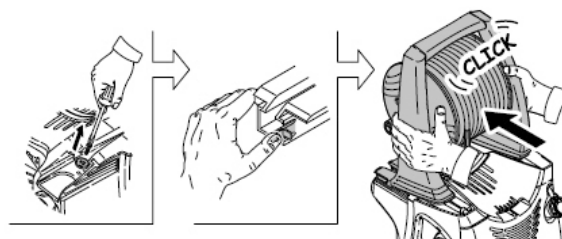

Abb. 7: Montage
Schritt 9: Wenn Sie die Schlauchtrommel abnehmen möchten, dann folgen Sie die Schritte, die auf der Abbildung 7 dargestellt sind.